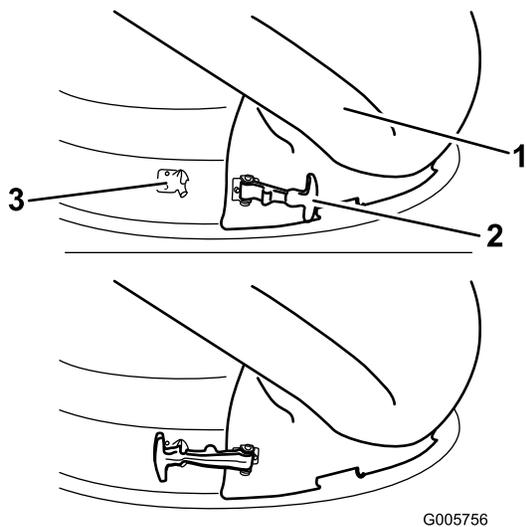

Figura 24
4. Para sujetar el conducto a una carcasa de 127 cm, enganche el cierre flexible del conducto en el soporte de retención soldado a la carcasa de corte (Figura 24).